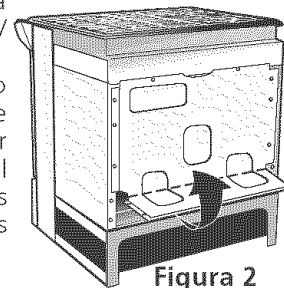

Figura 2
1. Quite los tres tornillos en la parte más baja del panel trasero, luego levante la parte más baja del panel trasero (la cubierta de acceso) exponiendo el bloque de conexiones de los terminales de la estufa (vea Figura 2).